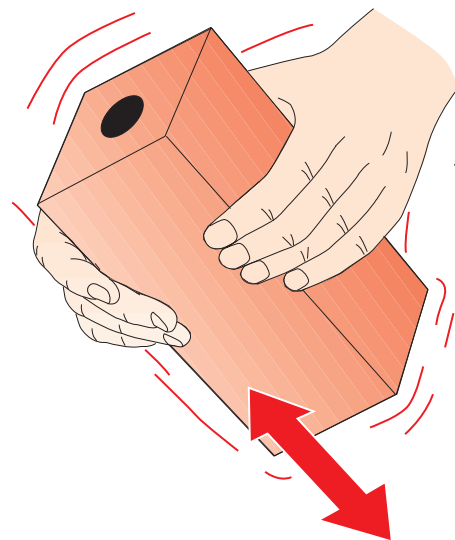

Fig. 11
- Schud het pakket minstens 10 keer (fig. 11).